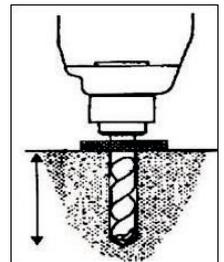

fig.17
6. Enfoncez une mèche à percussion de  $\Phi 16$  à 150 mm de profondeur dans le sol à partir des trous de la plaque de base à l'aide d'un perforateur (Fig. 17), et nettoyez le trou.